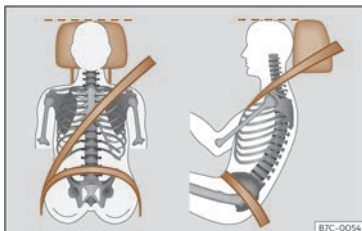

Abb. 18 Richtiger Gurtbandverlauf und richtige Kopfstützeinstellung.
- Kopfstütze so einstellen, dass die Oberkante der Kopfstütze sich so weit wie möglich auf Höhe des Oberkopfes und so nahe wie möglich in Augenhöhe befindet¹⁾ >>> S. 131. Den Hinterkopf so nah wie möglich an der Kopfstütze positionieren >>> (Abb. 18).
der Abstand zur Instrumententafel im Kniebereich mindestens 10 cm (4 Zoll) beträgt >>> (Abb. 18).